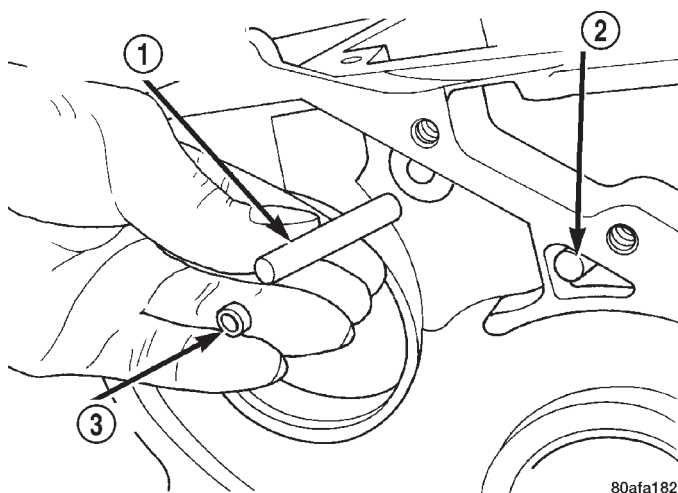

Fig. 87 Instalación del eje de anclaje y tapón
(8) Instale el eje de anclaje y el tapón (Fig. 87). Asegúrese de que el soporte de guía y el manguito hendido estén en contacto con la parte trasera del cárter del transeje.